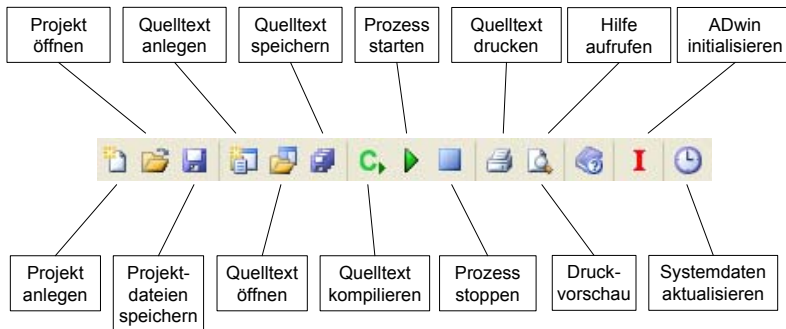

Abb. 2 – Die Werkzeugleiste
- die Werkzeugleiste und die Editorleiste (siehe Abb. 2).